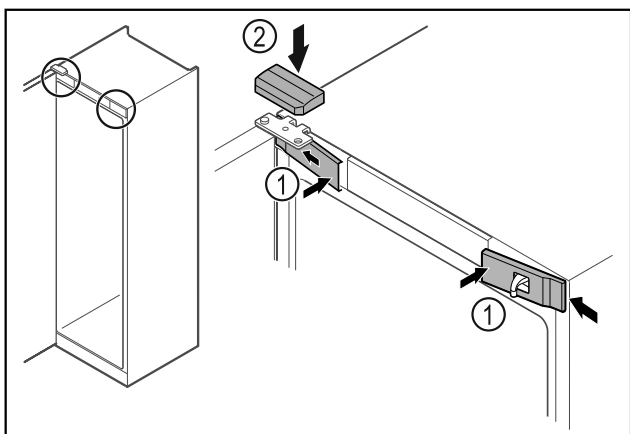

Fig. 45
- ▶ Skyv de fremre dekslene Fig. 45 (1) inn på siden, og smekk dem på plass.
- ▶ Smekk det øvre dekselet Fig. 45 (2) på plass ovenfra.